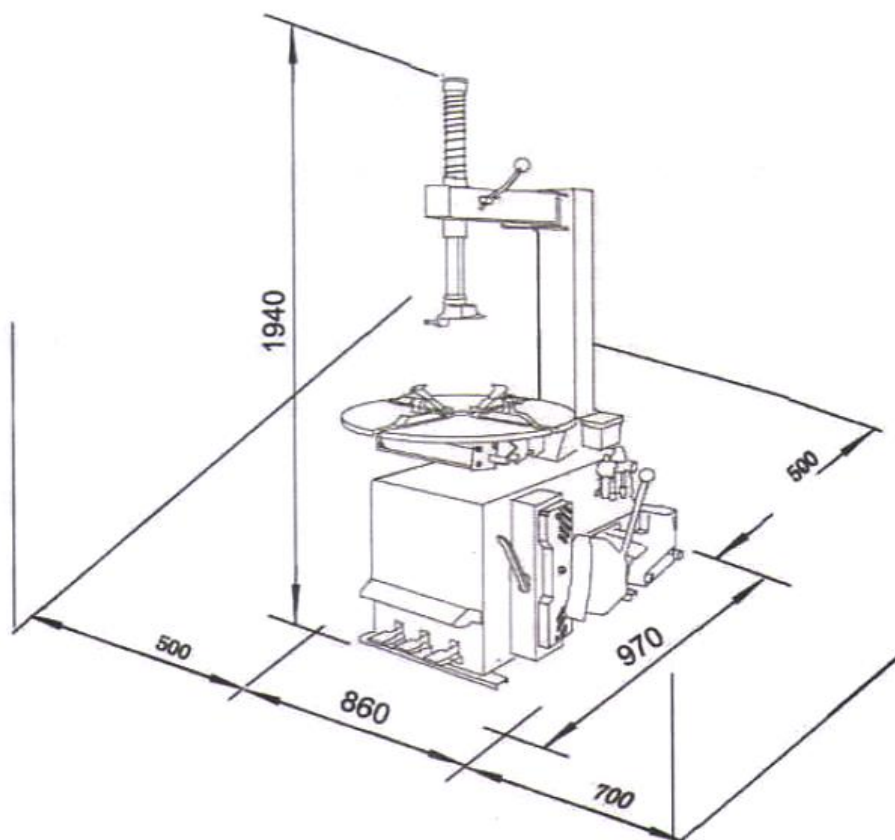

Рис. 2
- Место установки должно отвечать требованиям, отмеченным на рис. 2. В этом случае на станке можно работать без каких-либо ограничений.